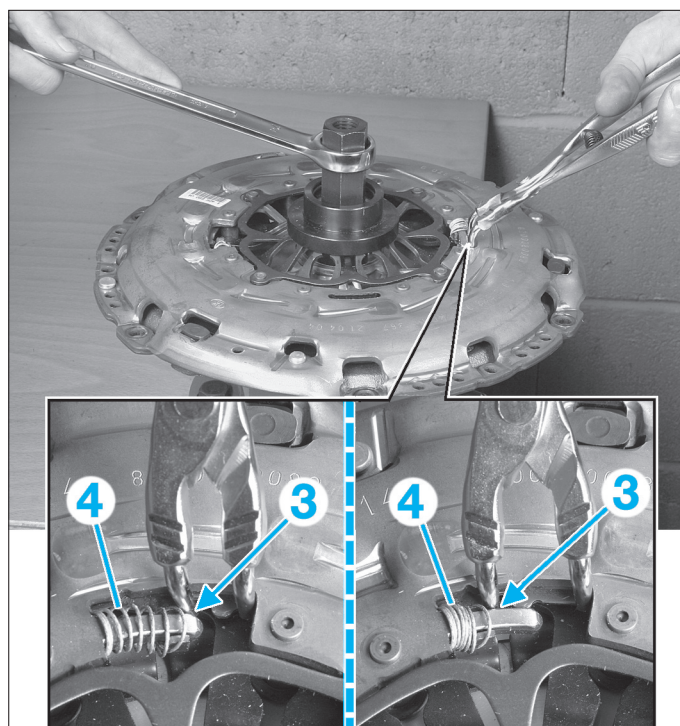

FIG. 4
- Visser l'écrou (2) jusqu'au blocage de celui-ci.
- À l'aide d'une pince à circlip insérée dans le logement (3), comprimer les 2 ressorts (4) du mécanisme (fig. 4).
- Libérer le mécanisme en desserrant l'écrou (2) complètement tout en maintenant les 2 ressorts (4) comprimés à l'aide de la pince à circlip.
- Dégager le mécanisme du socle en vérifiant que les ressorts (4) soient bien comprimés.